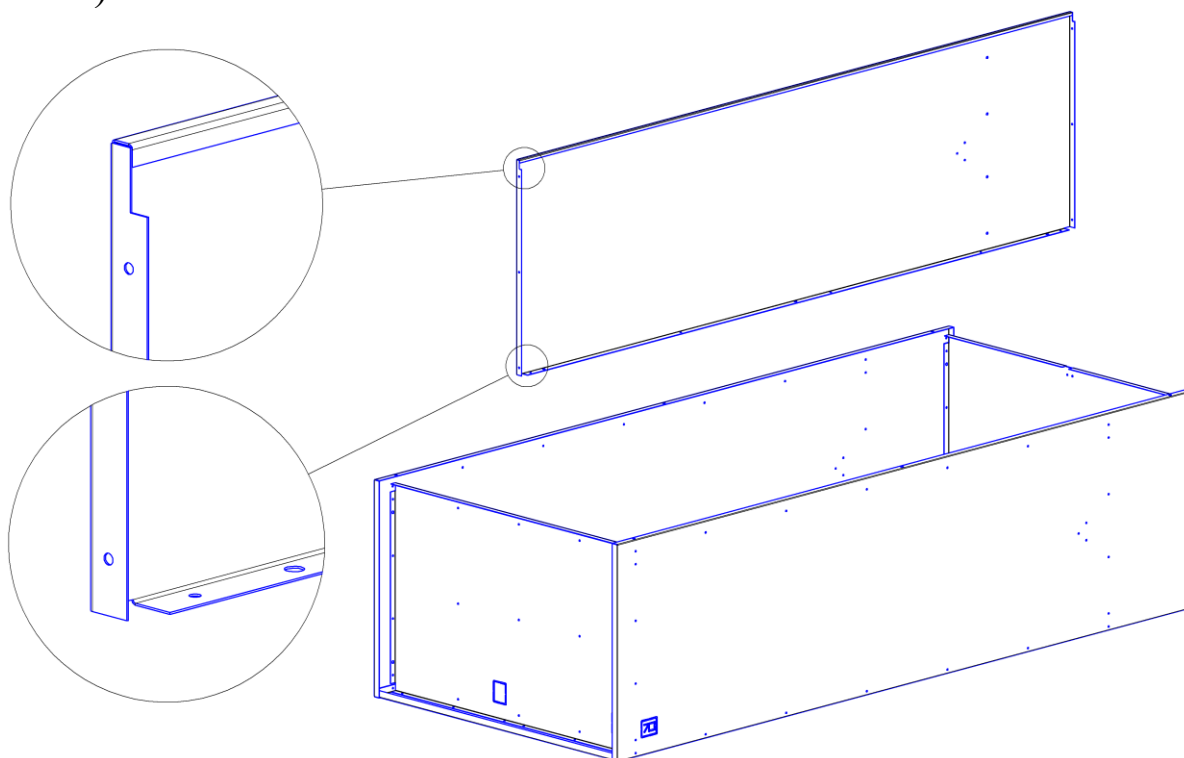

Рис. 3
3.3. Установить перегородку, развернув двойной гиб в сторону лицевой части шкафа (рис. 3).